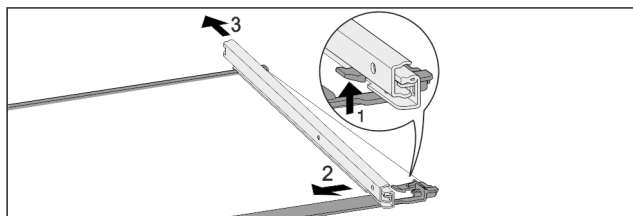

Fig. 191 Ripiano in vetro con guide
- Premere il gancio di fermo anteriore verso l'alto. Fig. 191 (1)
- Far scorrere la guida estraibile di lato Fig. 191 (2) e verso il lato posteriore Fig. 191 (3).